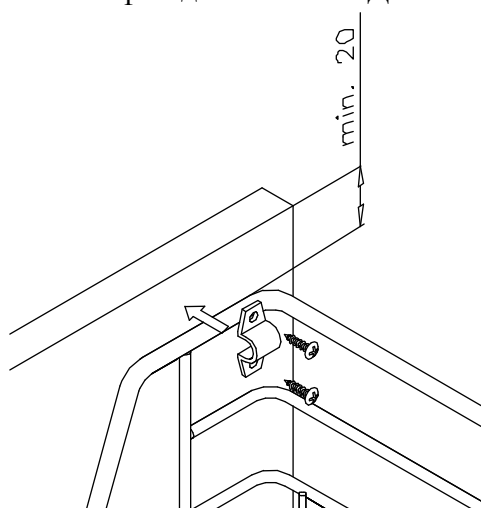

Рис. 4
Фасад из плиты ДСП монтируем с помощью пластикового крепления согласно Рис. 4. При монтаже следует помнить о правильной установке передней части согласно корзины и ниши:
2. Высота фасада – минимальная высота расположения корзины к соотношению фасада должна быть согласно Рис. 4.